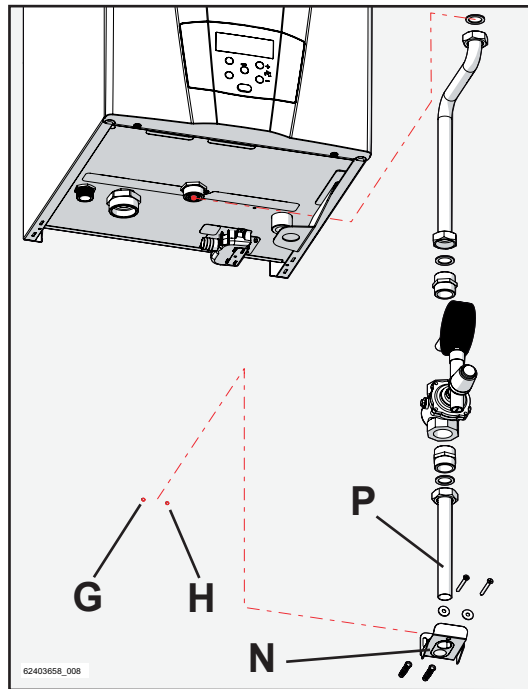

Figure 5-69
- 5.- Fixer l'étrier de fixation au mur « N », en insérant l'éventuel tuyau de gaz « P » à l'intérieur et en raccordant les différents composants comme indiqué sur les Figures 5-69 et 5-70 (les composants indiqués appartiennent au kit code 62630231 et code 62630232 vendu séparément);